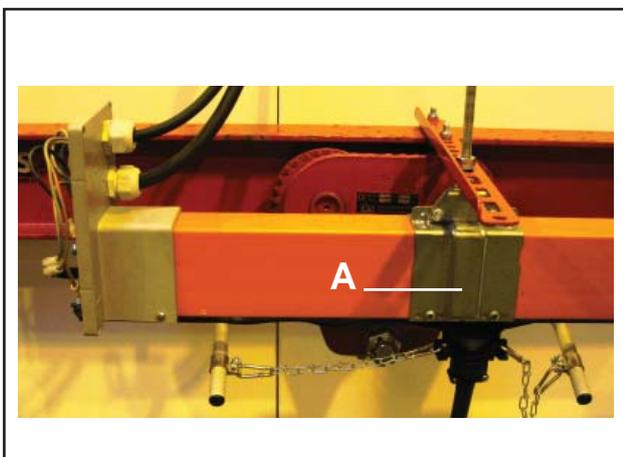

Fig. 11
Installez le pince de suspension fixe (A) près de l'articulation d'extrémité. **Voir Fig. 11**